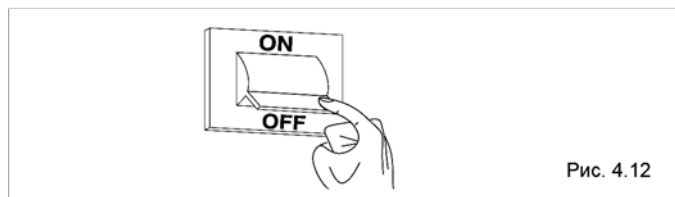

Рис. 4.12
- переведите главный выключатель системы в положение «выключено» (рис. 4.12) и убедитесь в том, что котёл полностью останавливается.